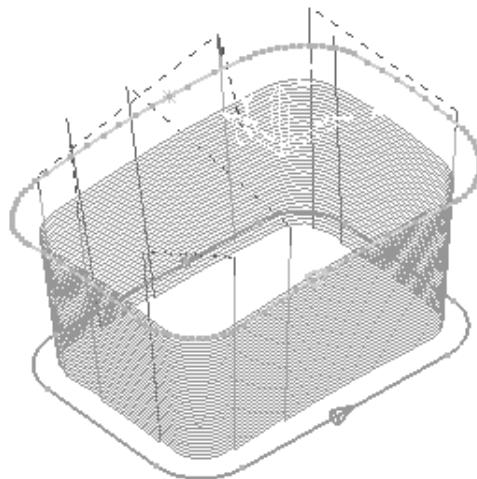

图 2-227 生成的刀具路径
4) 在“线框 SWarf 精加工”对话框中单击“应用”按钮和“接受”按钮，确定参数并退出对话框，生成的刀具路径如图 2-227 所示。